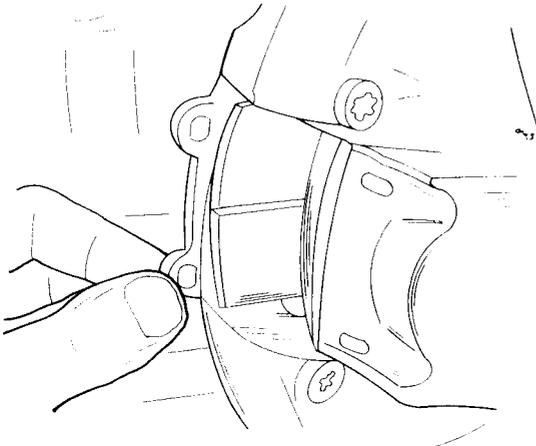

Bild 184
- Zum Herausziehen einen Drahtstift in eines der Löcher einsetzen und danach den Klotz, wie in Bild 184 gezeigt, herausnehmen.